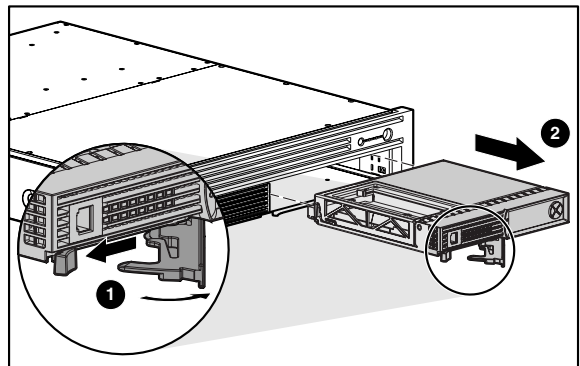

図 5: コントローラの取り外し
1. つまみラッチを押し、ラッチ ハンドルを外側に回転させます ①。
2. 図 5 に示すように、シャーシ ② からコントローラをまっすぐ引き抜きます。